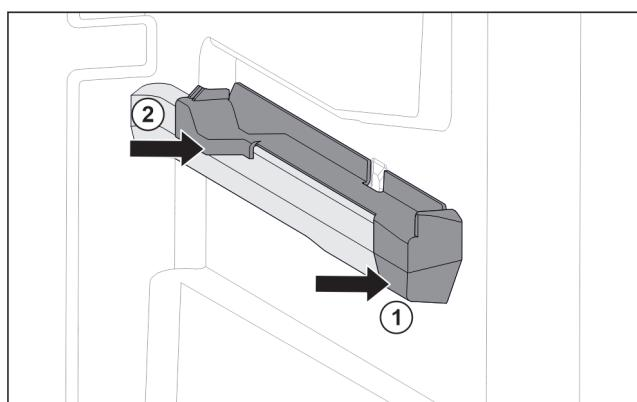

Fig. 76 Наставка върху дясното ребро на съда
- Поставете наставката отпред към реброто на съда. *Fig. 76 (1)*
- ▶ Притиснете наставката отзад. Fig. 76 (2)